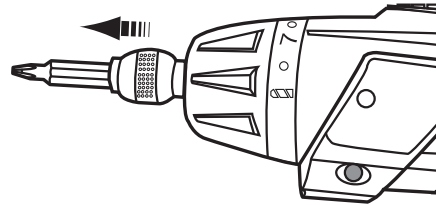

Abb. 4
1. Um das Schraubendreherbit (15) herauszunehmen, ziehen Sie die Verriegelungsmuffe (2) nach hinten und halten Sie diese in Position.
2. Ziehen Sie das Schraubendreherbit (15) nach vorne aus der Werkzeugaufnahme (1) (Abb. 4).